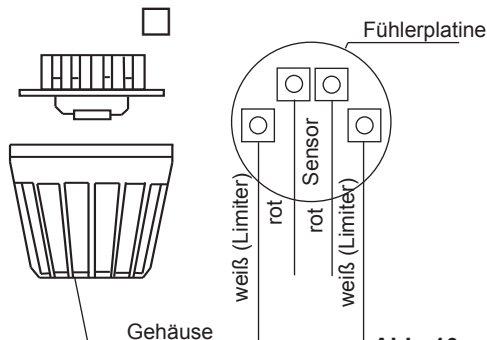

Abb. 10
3. Führen Sie die Fühlerkabel durch das gebohrte Loch und schließen Sie die Fühlerleitung gemäß Abb. 10 an.
4. Die Leitungen für den Begrenzer (weiß) und den Temperaturfühler (rot) gemäß Abb. 10 an der Fühlerplatine anklammern: Die Fühlerplatine anschließend in das Gehäuse einrasten.